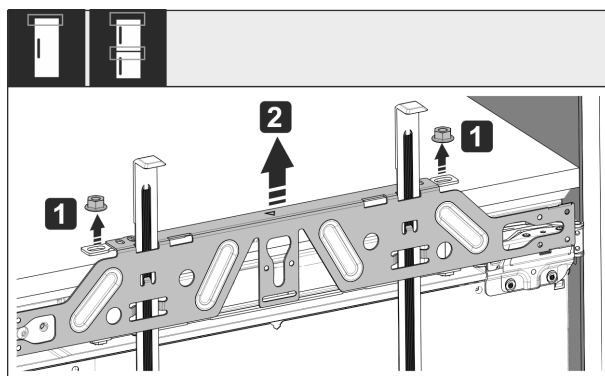

Fig. 51
- Svitare i controdadi Fig. 51 (1).
- Togliere la traversa di fissaggio Fig. 51 (2).